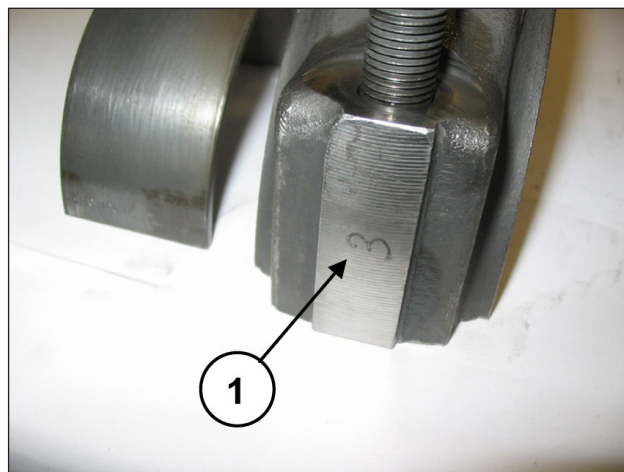

图 25
为了避免可能出现的错误, 连杆帽和半连杆在一侧有编号 (位置①, 图 25)。